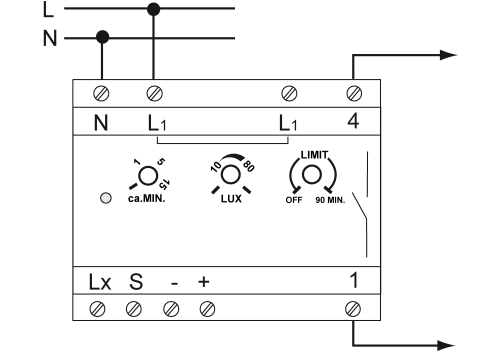

Bild 5: Anschlussplan Schaltkontakt an Kleinspannung
- Leistungsteil gemäß Anschlussplan (Bild 5) anschließen.